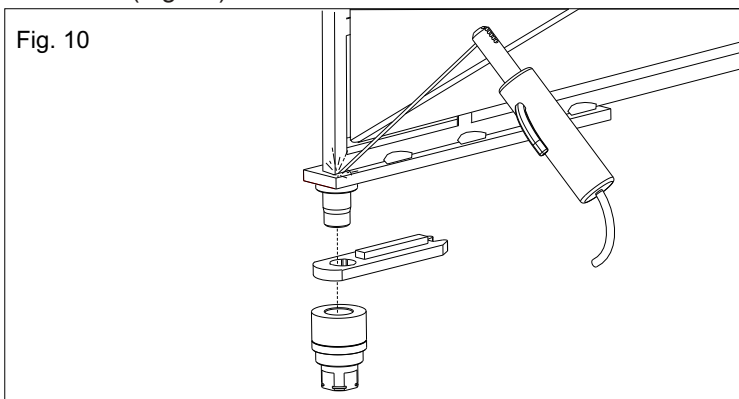

Fig. 10
**3.2. souder soigneusement l'ensemble vantail au vantail du portail faisant un fixage à traites d'environ 3-4 cm sur la surface de contact en évitant la soudure dans l'environnement des trous taraudés, en outre il faut respecter la perpendicularité avec l'axe de rotation (Fig. 10)**